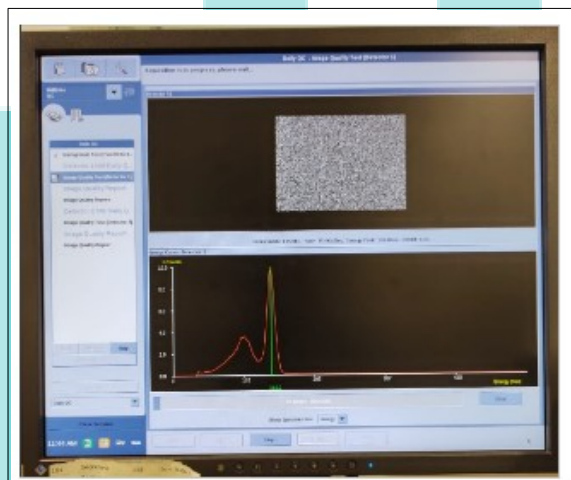

Figura 8 – Interface para seleção do teste de qualidade de imagem diário
9. Selecionar o protocolo “Image Quality Test (Detector 1)”, conforme **Figura 8 – Interface para seleção do teste de qualidade de imagem diário**;